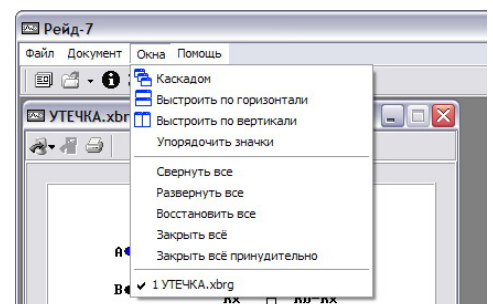

Рис. 4.3 Меню "Окна"
Пункт **"Окна"** (Рис. 4.3) включает подпункты:
- Список всех открытых документов (на Рис. 4.3 открыт документ УТЕЧКА.xbrg).